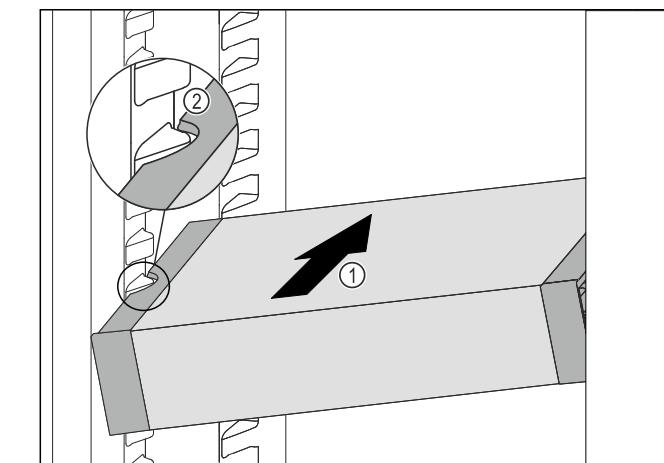

Fig. 101
- Вставить висувний ящик VarioSafe під кутом в охолоджувальне відділення Fig. 101 (1), доки бокові поглиблення Fig. 101 (2) VarioSafe не будуть розташовуватися на рівні ребра для ємності в охолоджувальному відділенні.